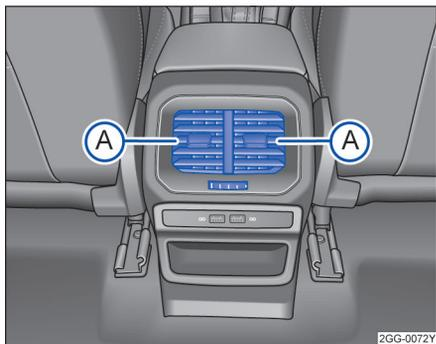

图 102 中央通道后部的出风口
利用出风口中间的导流片可调节气流方向→图 102 (A)，转动调节滚轮可以调节空气流量。